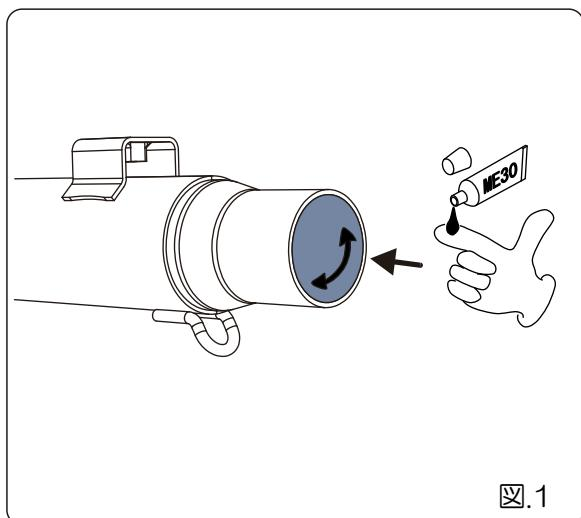

図.1
- ・テールパイプ COMP（構成部品表②）の差込部の内側に、付属のME30（⑭）を薄く塗布します。（図.1 参照）